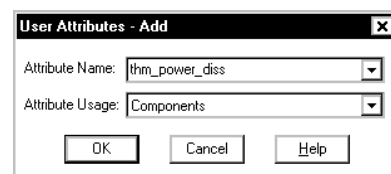

Рис. 32. Задание имени нового атрибута.
64. В появившемся новом окне User Attributes — Add в поле Attribute Name введем имя атрибута thm_power_diss, в выпадающем списке Attribute Usage выберем строку Components нажмем кнопку OK (рис. 32).